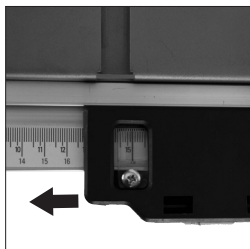

Fig. 13
- Verplaats de geleiderrail voorzichtig naar rechts of links tot de '0'-stand op de schaal samenvalt met de datumlijn in het vergrootglas. (**Fig. 13**)